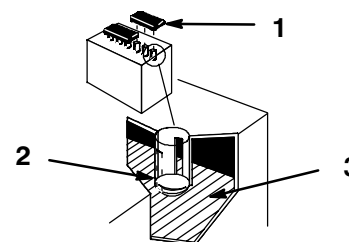

Abbildung 33
2. Die Verschußdeckel öffnen, um in die Zellen zu sehen. Die Füllsäure muß bis zum unteren Teil der Röhre reichen (Abb. 33).
Wichtig: Der Füllsäurestand darf nicht unter die Platten fallen (Abb. 33).
2. Die Verschußdeckel abheben (Abb. 33).
3. Langsam destilliertes Wasser in die einzelnen Batteriezellen gießen, bis die Flüssigkeit bis zum unteren Teil der Röhre reicht (Abb. 33).